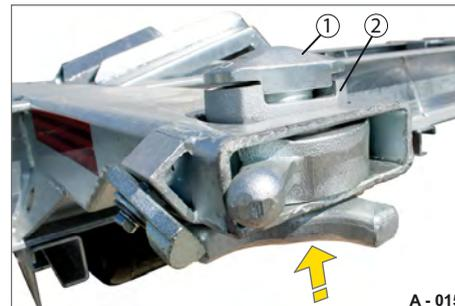

Abb. 14 Verriegelung in Aufnahmestellung
- ▶ Heben und Drehen Sie gleichzeitig die Spannmutter und den Drehzapfen an. Die Führungsbuchse (Abb. 14/2) kommt oben heraus.